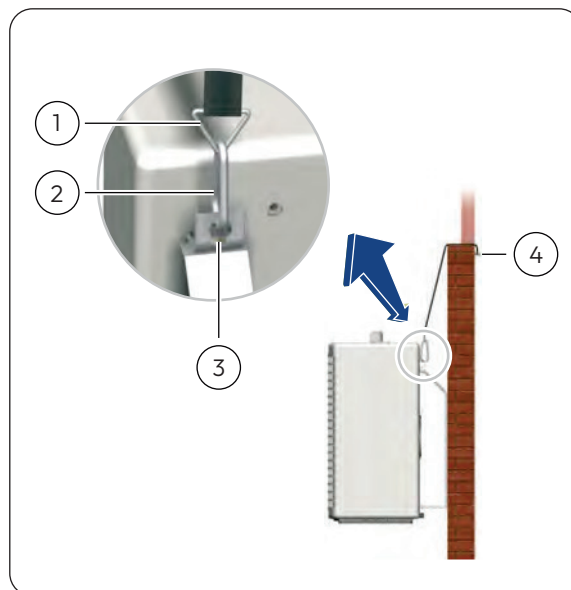

Abb. 11: Montage mit Befestigungsriemen
- * Hängen Sie das andere Ende der Befestigungsriemen in die bauseitig an der Wand oder Brüstung anzubringenden Ösenschrauben ein (Abb. 11). Auf ausreichende Festigkeit achten.